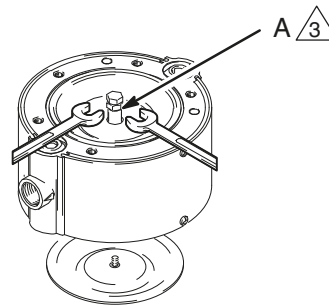

图 5
2. 用手将一片隔膜 (6) 从泵轴 (5) 卸下。见图 5。
3. 将 M8 六角螺母 (A) 拧到 M8 螺栓上。将 螺栓拧到 泵轴 (5) 中，一直拧到底。将 螺母向下拧到泵轴上 将其锁紧。
4. 用扳手或虎钳固定螺母以防止泵轴旋转。用手将另一 片隔膜 (6) 卸下。